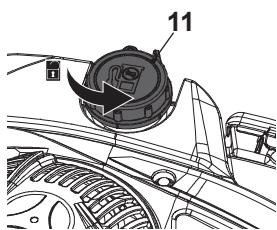

Fig. 7
3. Desaparafuse e remova a tampa do depósito de combustível (11) (fig. 7).